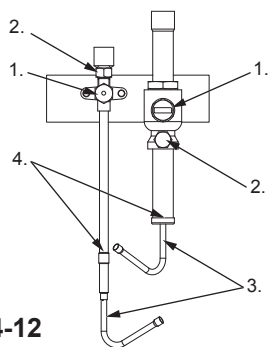

Fig. 4-12
4.5. Installation de la tuyauterie du réfrigérant (tuyau principal) (Fig. 4-12)